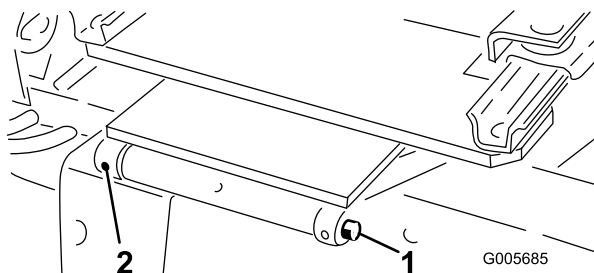

Figure 9
3. Montez le siège et son support sur le support de pivot avec l'axe de pivot et la goupille cylindrique (Figure 9).
5. Montez le siège et son support sur le support de pivot avec l'axe de pivot et la goupille cylindrique (Figure 9).